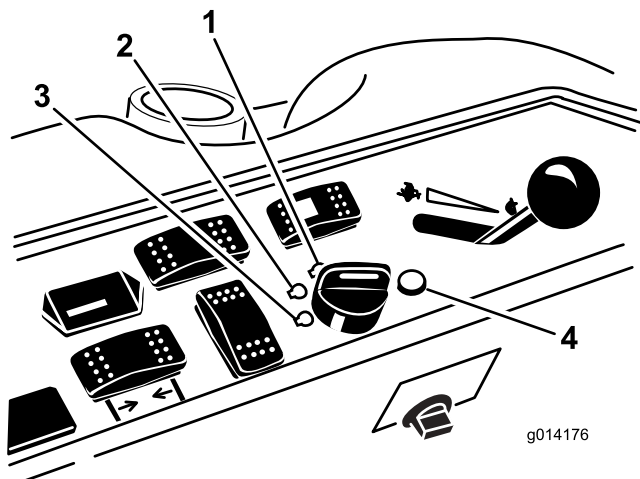

図 14
- キーを RUN 位置に回す (図 14)。
- キーを OFF 位置に回す (図 14)。すべての部分が完全に停止してから運転席を立つ。